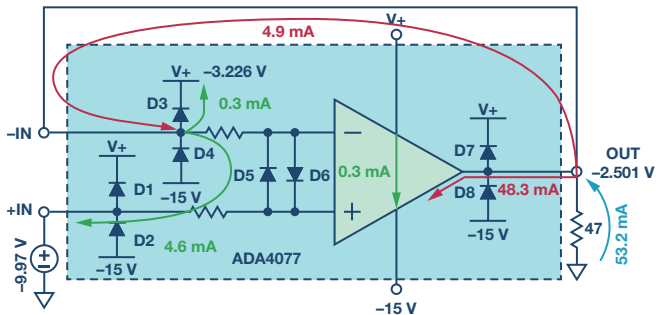

图8. V+未上电时ADA4077的电流路径 (-10 V输入和47 Ω输出负载)
- ▶ 情况3: 当输入为负(-10 V)且OUT负载为47 Ω时 (参见图8), 有48 mA电流流经芯片。由此产生的功耗为48 mA × (-2.5 V + 15 V) = 0.6 W。ADA4077-2的θJA为158°C/W, 因此结温比环境温度高出94.8°。若有两个通道或负载更重, 结温可能高于150°, 致使芯片受损。